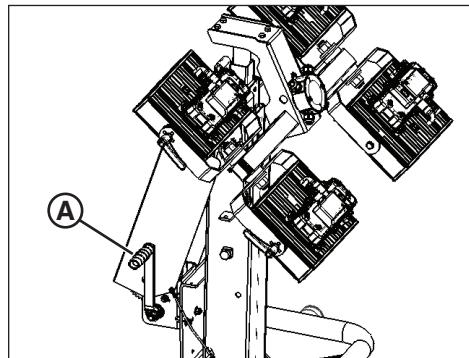

Figure 11
2. Tourner la manivelle de la tour (**A**, Figure 11) jusqu'à ce que la tour soit complètement relevée.
3. Tourner la manivelle de la tour (**A**, Figure 11) jusqu'à ce que la tour soit complètement abaissée.